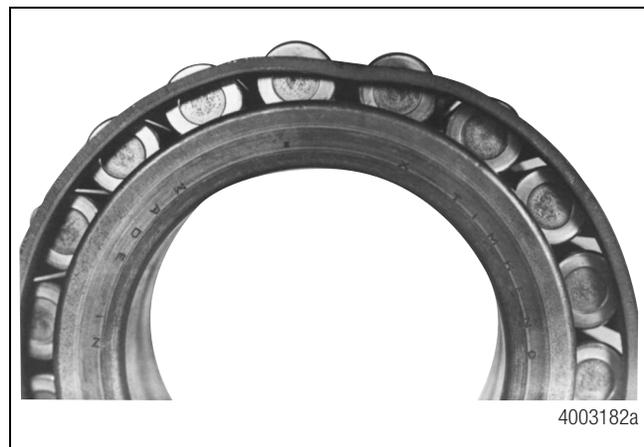

**Figura 4.7**
C. La corona de rodillos está desgastada. Figura 4.7 y Figura 4.8.